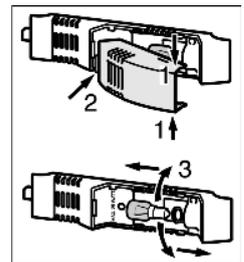

Fig. 29
- ▶ Die Lampenabdeckung oben und unten fassen Fig. 29 (1).
- ▶ Lampenabdeckung hinten ausrasten und aushängen Fig. 29 (2).
- ▶ Die Glühlampe auswechseln Fig. 29 (3).